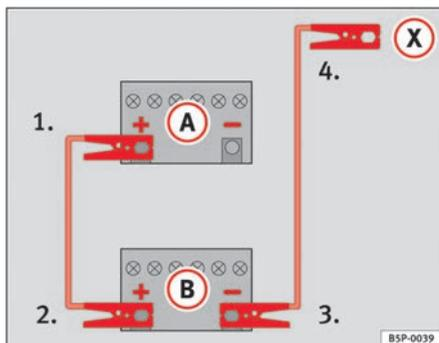

Fig. 197 Esquema de conexión de los cables de emergencia
En la ⇒ fig. 197 **A** representa a la batería sin carga y **B** a la batería con carga.
- 1. Emborne un extremo del cable de emergencia rojo al polo positivo ⇒ fig. 197 **+** del vehículo con la batería descargada ⇒ .